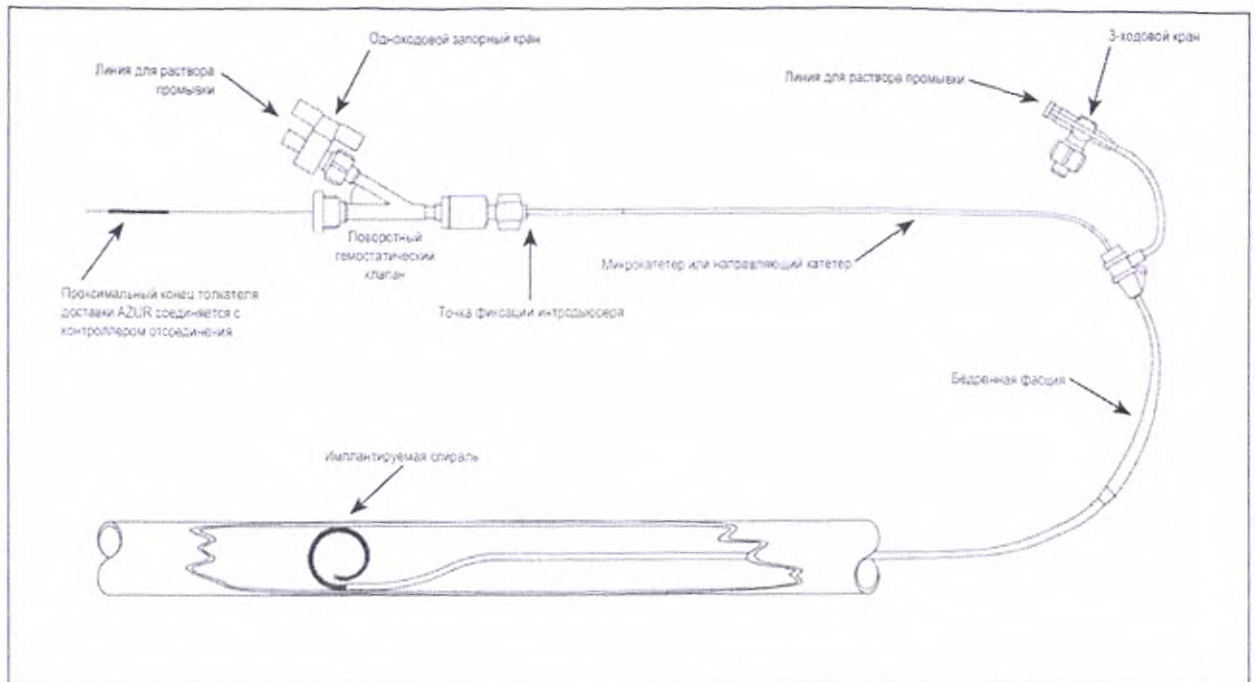

Рисунок 1 – Диаграмма установки системы Azur
1. Обратитесь к Рис. 1 для диаграммы установки.